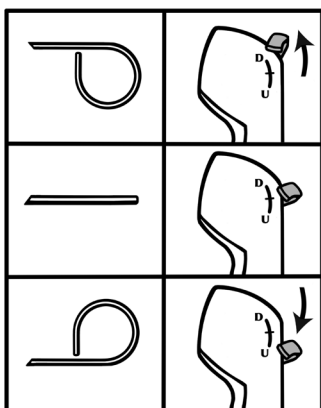

Figure 3. Le contrôle de l'articulation peut être standard ou inversé, selon le modèle utilisé
Levier d'articulation : le levier d'articulation contrôle l'articulation vers le haut et vers le bas de l'extrémité distale. Selon le modèle, le contrôle d'articulation peut être standard (levier vers le haut = extrémité vers le haut) ou inversé (levier vers le haut = extrémité vers le bas) (figure 3). Lorsque le levier d'articulation est remis en position neutre, l'extrémité distale reprend sa position non articulée.
- Pour les urétroscopes standard, lorsque le levier d'articulation est orienté vers le haut, l'extrémité distale est orientée vers le haut. Lorsque le levier d'articulation est orienté vers le bas, l'extrémité distale est orientée vers le bas (figure 3).
- Pour les urétroscopes inversés, lorsque le levier d'articulation est orienté vers le haut, l'extrémité distale est orientée vers le bas. Lorsque le levier d'articulation est orienté vers le bas, l'extrémité distale est orientée vers le haut (figure 3).